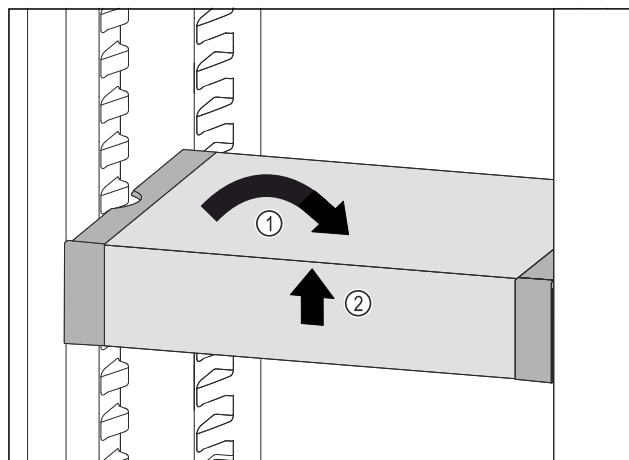

Fig. 156
- Remettre le VarioSafe droit. Fig. 156 (1)
- Soulever la partie avant du VarioSafe. Fig. 156 (2)